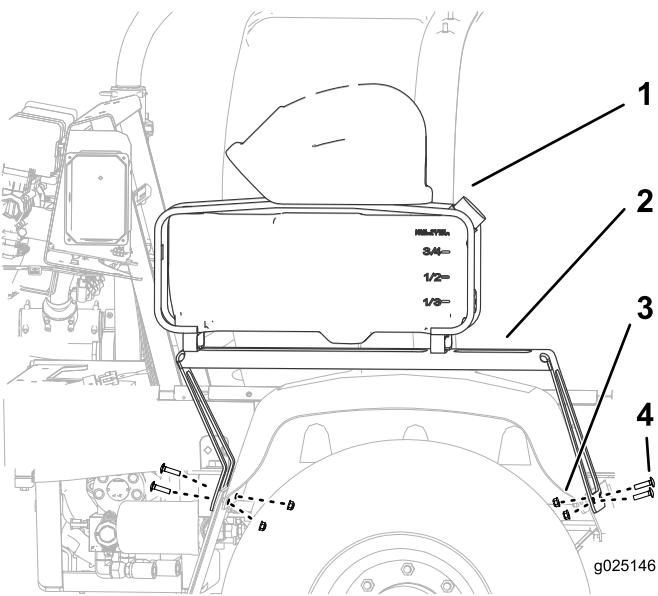

Figure 3
- Fixez le support à la machine au moyen de 4 boulons (5/16 po) et 4 écrous (5/16 po), comme montré à la Figure 3.